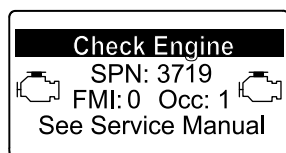

図 40
- リカバリ再生が必要になると、インフォセンターにエンジン警告 SPN 3719, FMI 16 (図 40) が表示され、エンジン出力が 85% にダウンします。